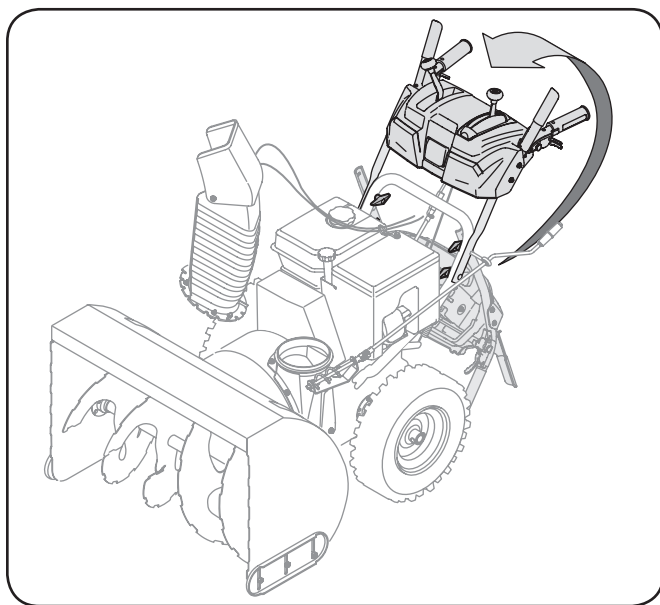

Figura 3-1
1. Retire todo el material de embalaje de la manija superior. Retire la tuerca de mariposa plástica inferior, la arandela belleville y el perno del carro a cada lado de la manija superior; luego levante el conjunto de la manija superior hasta que se fije a presión sobre la manija inferior. Vea la Figura 3-1.